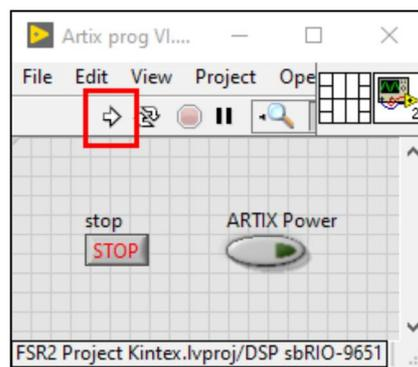

Рис. 2-3 Запуск *Artix prog VI.vi*
5.6. Запустить *Artix prog VI.vi* (Рис. 2-3).